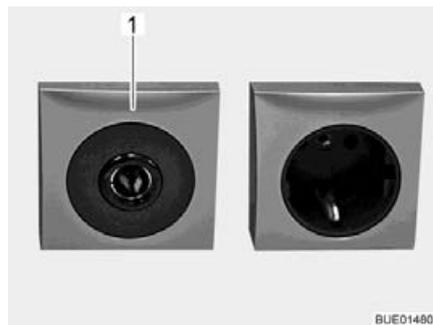

Bild 177 Steckdose 12 V/10 A
- ▷ An die Steckdosen (Bild 177,1) des 12-V-Bordnetzes nur Geräte mit maximal 10 A anschließen.